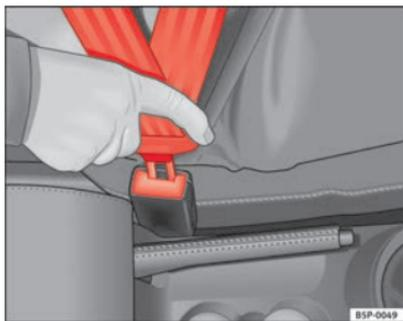

Fig. 11 Boîtier de verrouillage et pêne de la ceinture de sécurité
- Enfoncez le pêne dans le boîtier de verrouillage solidaire du siège jusqu'à ce qu'il s'encliquette de manière audible ⇒ fig. 11.